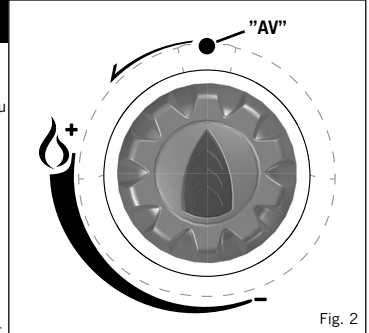

Fig. 2
- Innan du ansluter gastillförseln, kolla att apparatventilen är i stängt läge genom att vrida reglervredet helt och hållet medurs (Se Fig. 2).